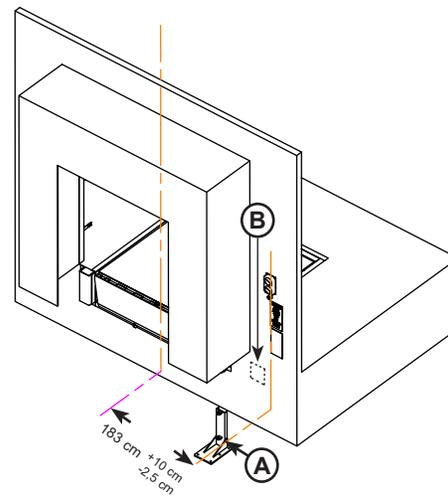

Figure 19
1. Placer le centre du poteau de montage (A) à la distance indiquée sur le plan, mesurée à partir du centre du niveleur de quai ainsi que de la façade du bâtiment. Voir **figure 19**. Cette dimension est généralement de 183 cm (72 po). Vérifier les détails sur le plan ou adresser toute question au service technique. Cet espacement peut s'écarter de +10 cm (4 po) à -2,5 cm (1 po).
3. Marquer l'emplacement de la boîte de jonction (B) à la distance indiquée sur le plan d'installation particulier.